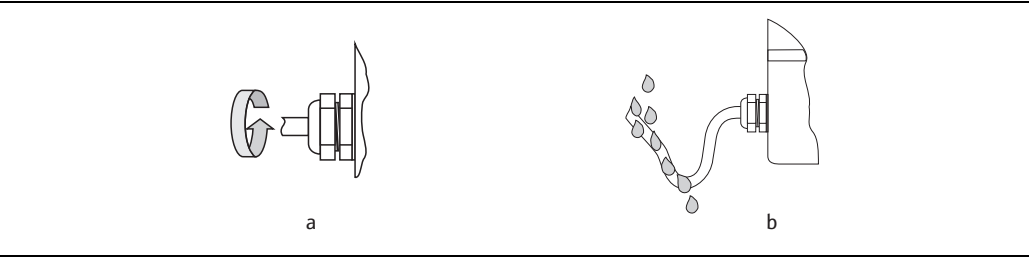

图 25: 缆塞安装指南
- 缆塞必须牢固拧紧 ( 点 a → 图 25)。
- 电缆必须在缆塞 ( “ 聚水器 ” ) 的前面打开环结 ( 点 b → 图 25)。